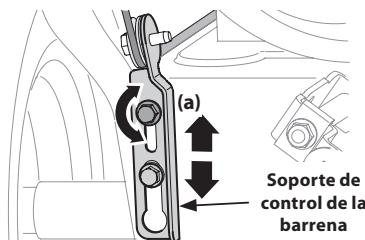
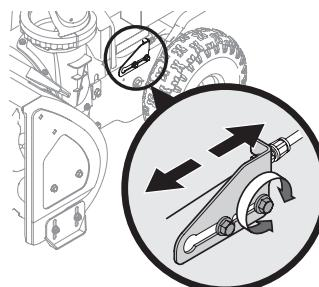

Figura 2-56
Figura 2-57
- Deje la barrena engranada durante aproximadamente diez (10) segundos antes de soltar la palanca de control de la misma. Repita esta operación varias veces.
- Para volver a ajustar el cable de control de la barrena, afloje el tornillo hexagonal superior (a) en todas las unidades excepto en la unidad E-Z Chute™, soporte de control de la barrena. Consulte la Figura 2-56.
- En los modelos E-Z Chute™, afloje el tornillo hexagonal posterior del soporte de control de la barrena. Consulte la Figura 2-57.
- Ubique el soporte hacia arriba en todas las unidades excepto la E-Z Chute™, empuje el soporte de ajuste hacia adelante en esas unidades para dar más holgura (o hacia abajo/atrás para incrementar la tensión del cable). Consulte la Figura 2-56 o la Figura 2-57 según cuál sea su unidad.